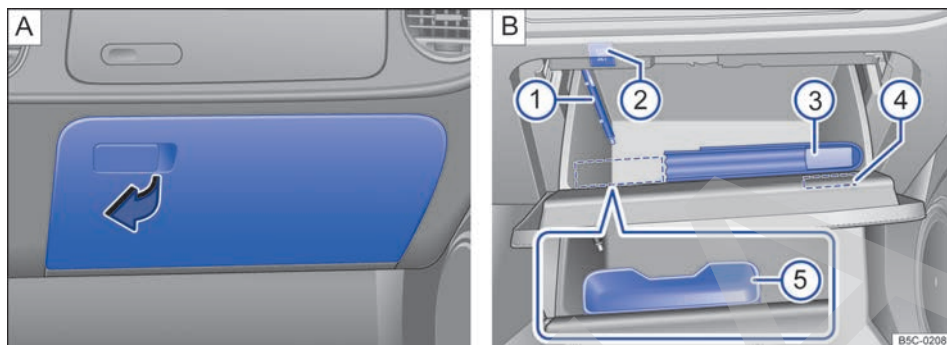

Fig. 92 En el lado del acompañante: **A** Abrir la guantera inferior. **B** Guantera abierta.
- Para *abrir* la guantera, tire de la manilla en el sentido de la flecha → fig. 92 **A**.
La guantera se ha previsto para guardar la documentación de a bordo → fig. 92 **B** ③.
En la guantera hay un soporte para un bolígrafo → fig. 92 **B** ①.
En la tapa de la guantera hay un soporte para un bloc de notas → fig. 92 **B** ④.
En función del equipamiento puede que en la guantera se encuentre la tecla del sistema de control de los neumáticos → fig. 92 **B** ② → pág. 206.
En función del equipamiento puede que en la guantera haya un estuche para gafas → fig. 92 **B** ⑤.